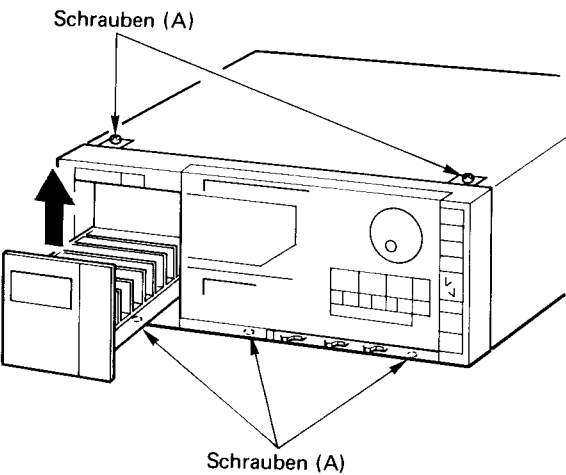

Abb. 2
- Die fünf Schrauben (A) entfernen und die Frontplatte abnehmen. (Abb. 2)